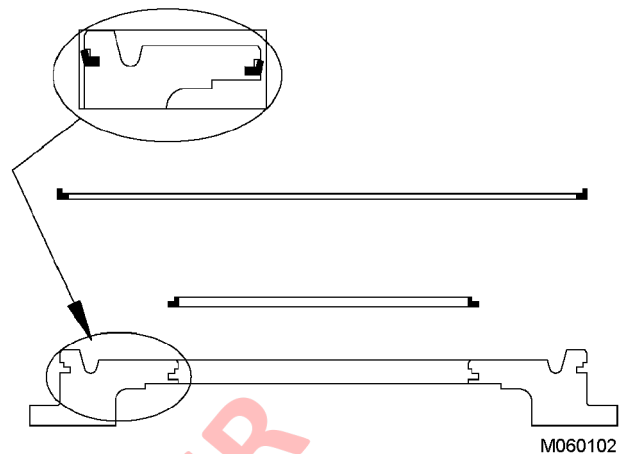

FIGURA 7-66.
25. Instale ambos anillos de sello tipo gancho (17) en las ranuras del eje y gire los anillos de forma que sus grietas estén a 180 grados de separación entre sí.
26. Lubrique las ranuras del anillo de sello del pistón (23) con un lubricante soluble en aceite, como grasa de ensamblaje de motor, luego, instale el anillo de sello pequeño (24) en la ranura interna y el anillo de sello grande (22) en la ranura externa. Consulte la Figura 7-66 para ver la orientación adecuada.